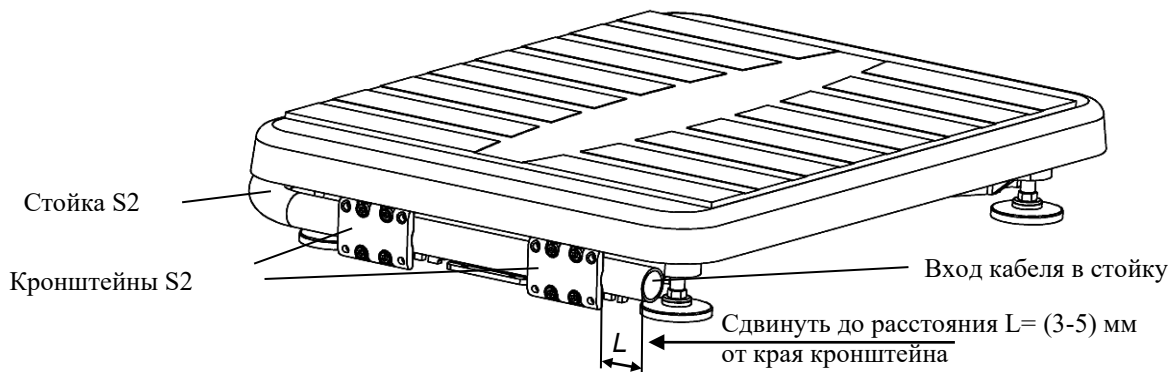

Рисунок 7.2 – Крепление круглой вращающейся стойки к основанию платформы весовой
- В основании весов сдвинуть стойку в направлении указанном стрелкой (рис. 7.2), обеспечив расстояние $L = (3-5)$ мм от ее края до края кронштейна.
- Излишек кабеля на входе в стойку (рис. 7.2) заправить внутрь стойки.